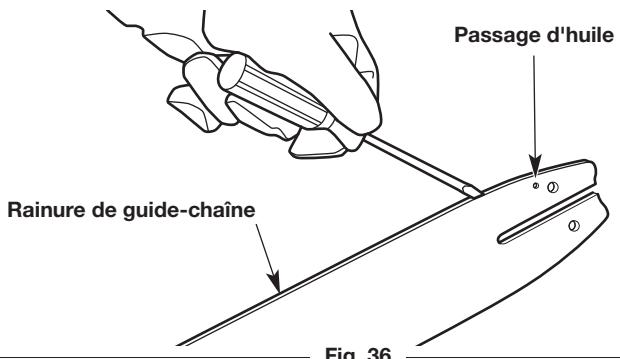
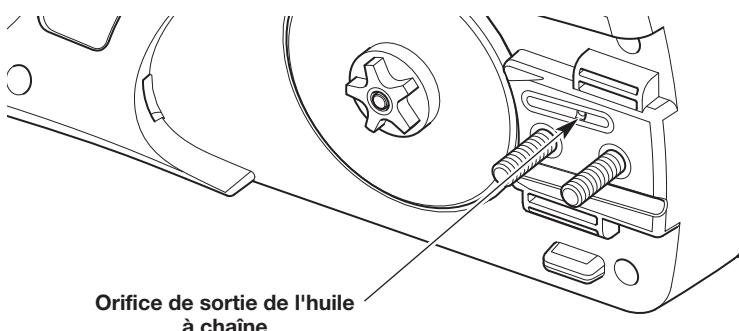

Fig. 36
Fig. 37
- Nettoyez la rainure de la tige de guidage et les passages d'huile chaque fois que la chaîne est enlevée, lorsque l'appareil a été largement utilisé ou lorsque la chaîne semble sale. Utilisez un tournevis, un couteau à mastic, une brosse d'acier ou un instrument similaire pour enlever les débris de la rainure de la tige de guidage (Fig. 36). Utilisez un petit fil souple pour enlever les débris du trou d'évacuation d'huile de la chaîne (Fig. 37).